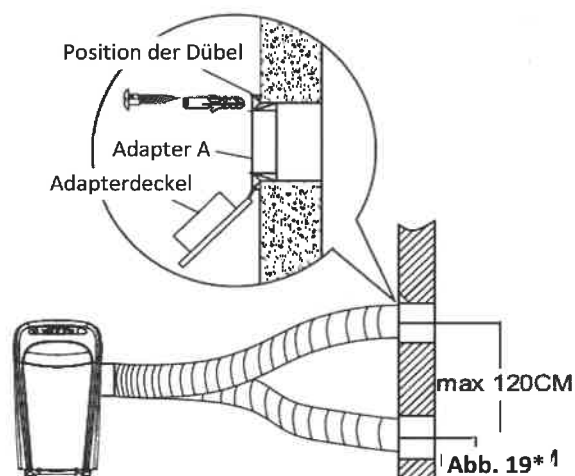

Abb. 19\* 1
1. Bereiten Sie die Bohrung in der Wand. Montieren Sie den Abluftadapter A an der Wandaußenseite mit den 4 Dübeln und Holzschrauben. Schrauben Sie den Adapter gut fest. (Siehe Abb. 19\*)